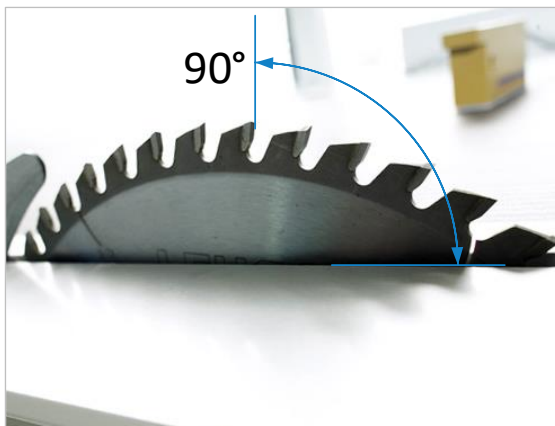

Figure 62 : préparer la position de la lame de scie
Commencez par couper l'interrupteur principal de l'armoire électrique et verrouillez-le avec un cadenas. Tourner la lame de scie immobile à la main de manière à ce qu'une dent de scie se trouve exactement au milieu de l'axe et que sa surface de coupe forme un angle de 90° avec la table de la machine (voir ⇒ Figure 62 à la page suivante).
- Tournez la lame de scie immobile à la main de manière à ce qu'une dent de scie se trouve exactement en haut au milieu de l'axe et que sa surface de coupe forme un angle de 90° avec la table de la machine (voir ⇒ Figure 62).